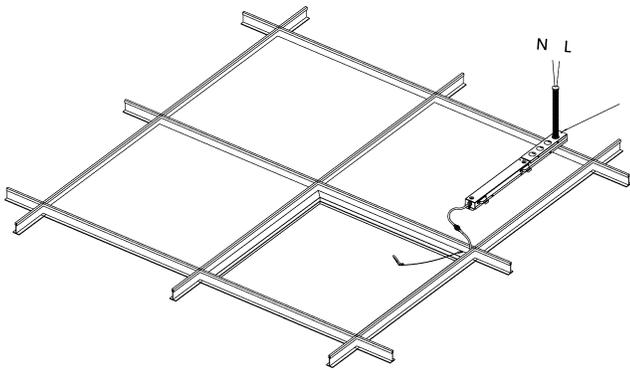

Figure 5
5. Secure the driver box cover. (see Fig. 5)
5. Fixer le couvercle du boîtier du pilote. (voir Fig. 5)